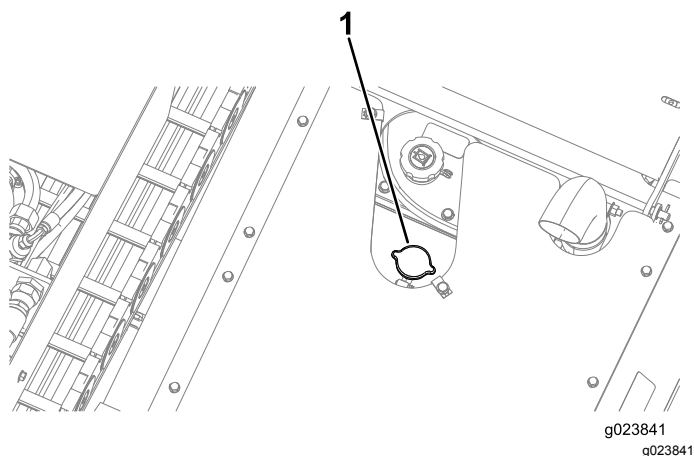

Рисунок 115
3. Снимите крышку радиатора (Рисунок 115).
5. Установите на место крышку заливной горловины радиатора и убедитесь, что она надежно уплотнена (Рисунок 115).